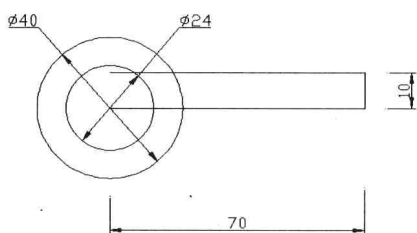

图 4-6-1
(1) 选择菜单命令“绘图/圆/圆心、直径”，或者在“绘图”面板中单击“圆心、直径”按钮，单击一点，输入直径“24”，按Enter键，绘制完成一个圆。再一次按Enter键，重复“圆心、直径”命令，捕捉并单击圆心，输入直径“40”，按Enter键，绘制完成第二个圆。
(2) 单击“常用”选项卡，在“绘图”面板中单击“直线”按钮，捕捉并单击圆心，输入“@70, 0”，按Enter键；输入“@0, 10”，按Enter键；输入“@-70, 0”，按两次Enter键，绘制的圆和直线如图4-6-1所示。